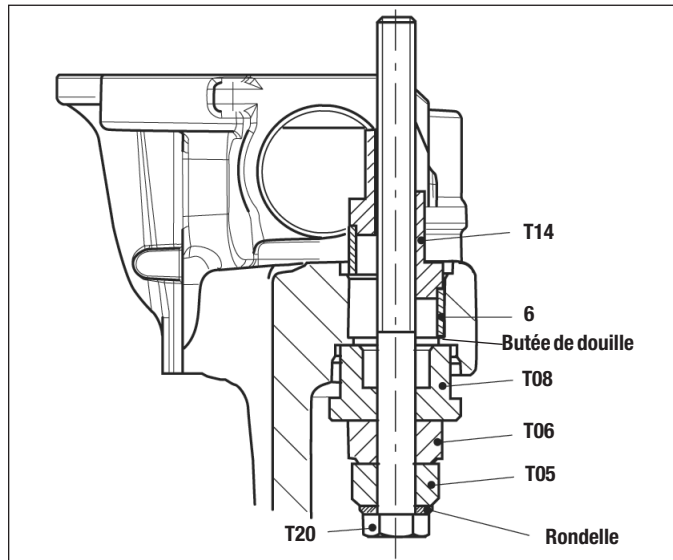

Figure 81 – Pose de la douille de colonnette guide
5.6.27 Enlever la douille (6) dans l'étrier avec l'agencement montré dans la Figure 80. Se référer aussi à la Figure 81 pour voir l'orientation (avec l'outil T14 en haut). Serrer à la main l'écrou (T14). Avec une clé à œil ou à douille, visser ensuite le boulon (T20) pour enlever la douille (6) dans l'étrier jusqu'à ce qu'elle touche les crans usinés dans le trou. Retirer l'outil.